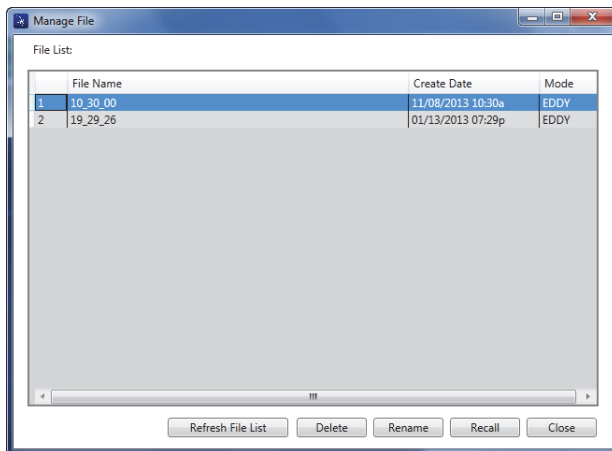

Рис. 7-17 Окно Manage File (Управление файлом)
Открывается диалоговое окно **Manage File** (см. Рис. 7-17 на стр. 218).
1. В диалоговом окне **Manage File** (Управление файлом) выберите нужный файл и щелкните **Delete** (см. Рис. 7-17 на стр. 218).
1. В диалоговом окне **Manage File** выберите нужный файл и щелкните **Rename** [Переименовать] (см. Рис. 7-17 на стр. 218).
1. В диалоговом окне **Manage File** выберите нужный файл и щелкните **Recall** [Вызвать] (см. Рис. 7-17 на стр. 218).
- ◆ В диалоговом окне **Manage File** щелкните **Refresh File List** [Обновить список файлов] (см. Рис. 7-17 на стр. 218).